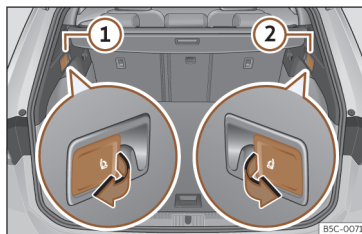

Fig. 106 Na bagageira: alavancas para o desbloqueio do encosto traseiro.
- Puxe a alavanca de desbloqueio à distância da parte esquerda >>> **Fig. 106** ① o direita ② do encosto no sentido da seta. A parte desbloqueada do encosto traseiro rebate-se automaticamente para a frente.